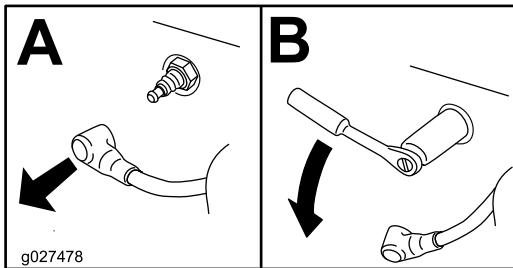

Figura 53
4. Rimuovete la candela (Figura 53).